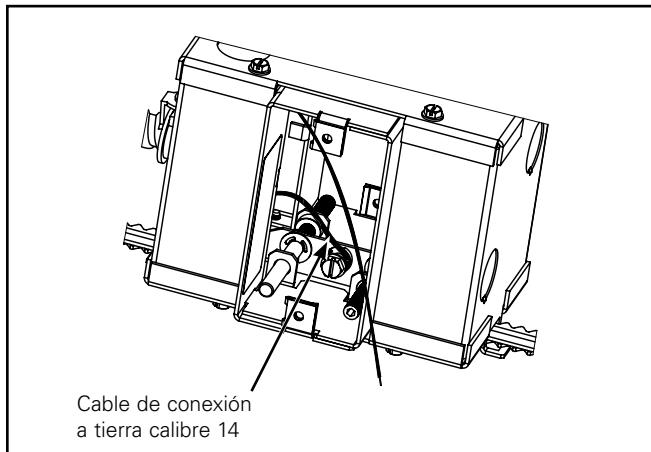

Figura 3.
3. Conecte el cable entrante de conexión a tierra calibre 14 del conducto con el tornillo verde de conexión a tierra/arandela cóncava cautiva (Figura 3).